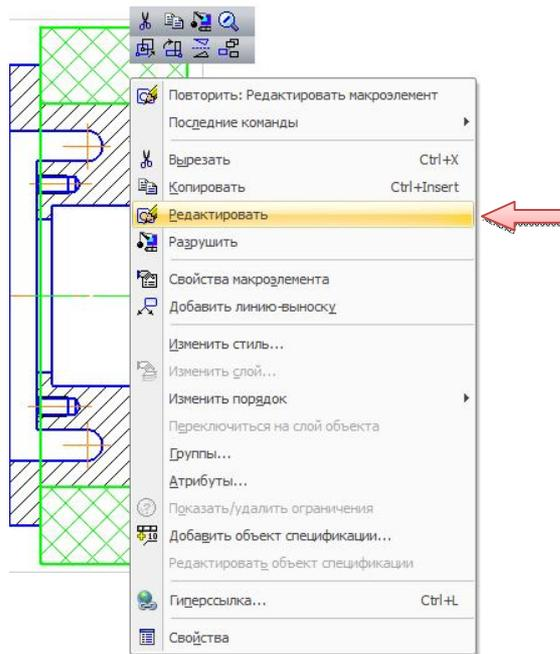

Рис. 2.21. Меню редактирования макроэлемента
- Щелкните правой кнопкой мыши на выделенном изображении и вызовите из контекстного меню команду «Редактировать»  (рис. 2.21).